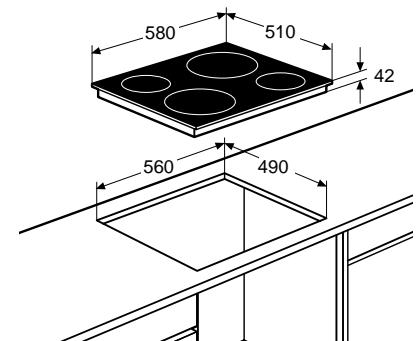

Abb. 5
- Die Sägemaße (560 x 490 mm) auf die Arbeitsplatte übertragen (siehe Abb. 5).